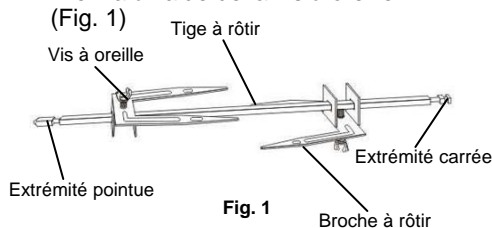

Fig. 1
1. Insérez l'extrémité pointue de la broche à rôtir dans la tige en vous assurant que les pointes de la broche sont dans la même direction que l'extrémité pointue de la tige à rôtir. Faites glisser la broche à rôtir vers l'extrémité carrée de la tige à rôtir et fixez-la à l'aide de la vis à oreille. (Fig. 1)